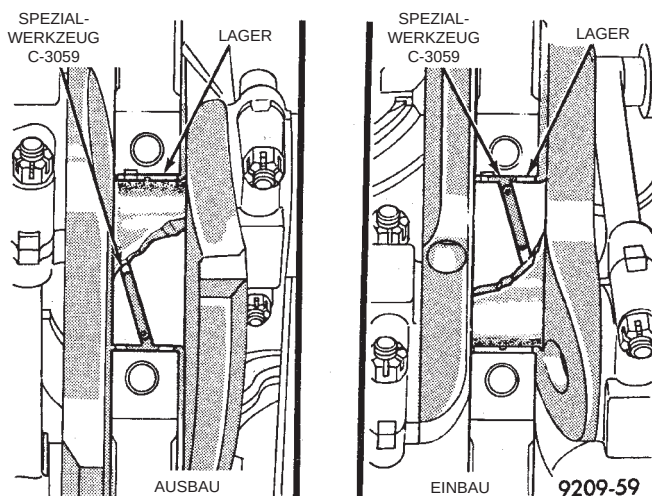

Abb. 89 Aus- und Einbau der oberen Lagerhälfte mit Spezialwerkzeug C-3059
(1) Ölwanne, Ansaugrohr und Windlauf ausbauen. Siehe die Verfahren in diesem Abschnitt. Lagerdeckel vor dem Ausbau markieren.
(2) Lagerdeckel nacheinander demontieren. Zum Abbau der oberen Lagerhälfte das Hauptlager-Spezialwerkzeug C-3059 (Abb. 89) in die Schmierbohrungen der Kurbelwelle einführen.
(3) Kurbelwelle langsam rechts herum drehen und dabei die obere Hälfte der Lagerschale herausdrücken.
(1) Das Hauptlager mit sauberem Motoröl schmieren.
(2) Lager ansetzen und Spezialwerkzeug C-3509 in die Schmierbohrung der Kurbelwelle einsetzen (Abb. 89).
(3) Kurbelwelle langsam linksherum drehen und dabei das Lager anbringen. Spezialwerkzeug C-3059 entfernen.